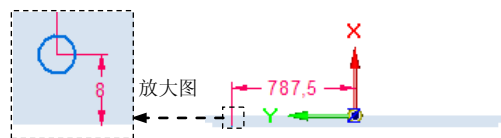

图 8.13.193 编辑孔的定位
(4) 编辑孔的定位。在草图环境中对其添加几何约束, 如图 8.13.193 所示。